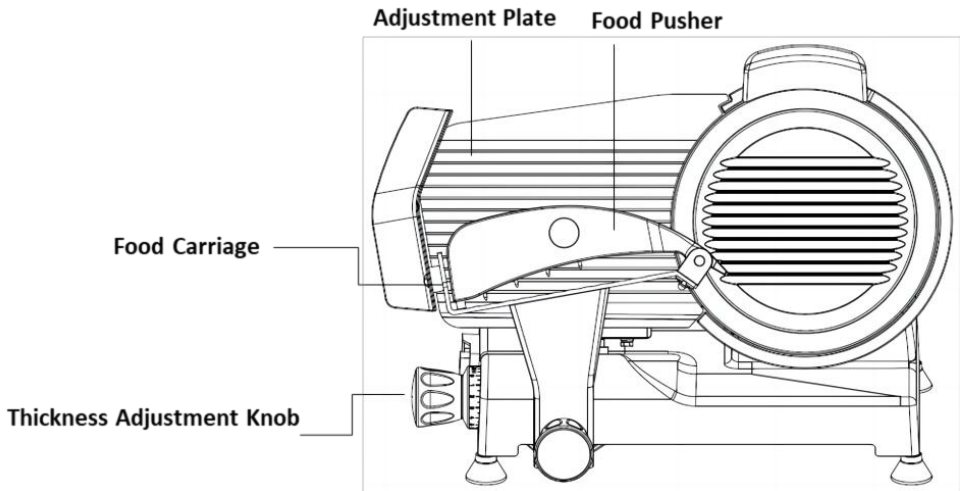

Abb. 1
3. Platzieren Sie Lebensmittel auf dem verschiebbaren Lebensmittelschlitten (Teil Nr. 5) zwischen der Einstellplatte (Nr. 3) und dem Lebensmittelschieber (Nr. 12). Um Verletzungen zu vermeiden, verwenden Sie zum Schneiden von Fleisch IMMER den Griff des Lebensmittelschiebers (#11). (Siehe Abb. 1)
Schnitte im Uhrzeigersinn drehen, für dickere Schnitte gegen den Uhrzeigersinn drehen. (Siehe Abb. 1)